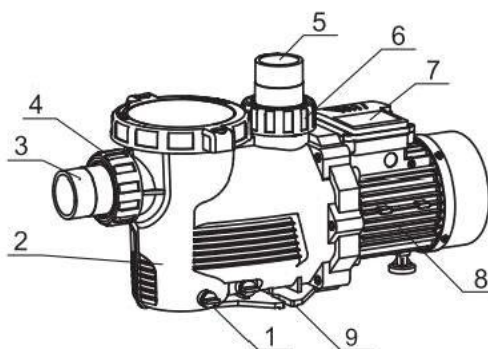

Figura 01
1. Conforme figura 01, a bomba deve estar localizada na Zona 2 (geralmente a pelo menos 2 metros de distância da piscina) e a conexão da fonte de alimentação da bomba deve estar localizada na Zona 3 (geralmente a pelo menos 3,5 m de distância da piscina) de acordo com o requisito estabelecido na Norma Internacional: Instalações elétricas parte 7: Requisitos para instalações ou locais especiais -Piscinas seguir a norma ABNT NBR 10.339.